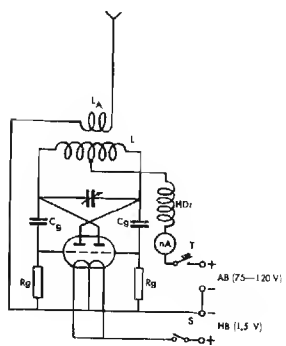
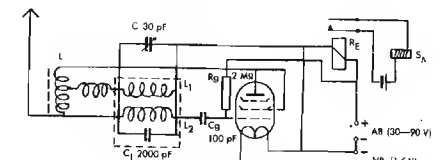
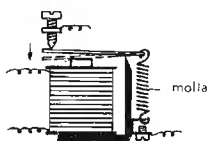

Fig. 468. Schema elettrico d'un trasmettitore per manovra radiotelecomandata (collegamento in contofase con doppio triodo).
Fig. 469. Ricevitore ad una sola valvola con circuito di smorzamento (inquadro a tratteggio).
Fig. 470. Relé ricevitore.
La possibilità di comandare a distanza, per mezzo d'un apparato trasmittente, la manovra di veicoli di qualsiasi genere ha fatto nascere in questi ultimi anni una nuova forma di « hobby », e cioè il radio-telecomando di modelli di aeroplani, d'imbarcazioni e di automobili. Il principio della manovra radiotelecomandata è relativamente semplice. Una piccola trasmittente a valvola (fig. 468) emette, quando si abbassa il tasto di trasmissione (T), un'onda di determinata lunghezza sulla quale è sintonizzato l'apparato ricevente montato sul veicolo (fig. 469). Nel circuito anodico del ricevitore è inserito un relé (RE) molto sensibile, il cui indotto, allo stato di quiete, chiude un contatto (fig. 470). Quando l'apparato ricevente non riceve alcun segnale, attraverso la bobina del magnete passa una corrente anodica relativamente forte, sicché l'indotto viene attratto ed il contatto è aperto. All'arrivo d'un segnale, la corrente anodica si affievolisce fortemente, per effetto del particolare circuito del ricevitore. L'indotto si stacca e tiene chiuso il contatto finché rimane abbassato il tasto di trasmissione.